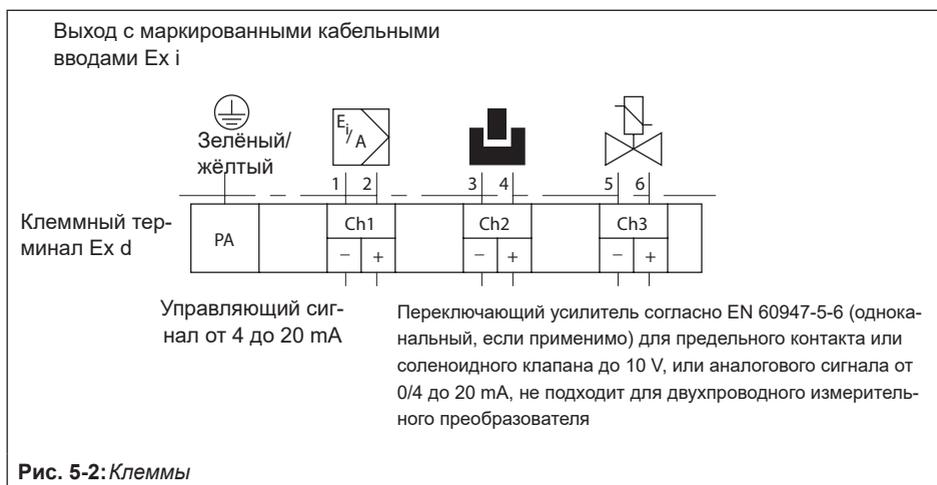
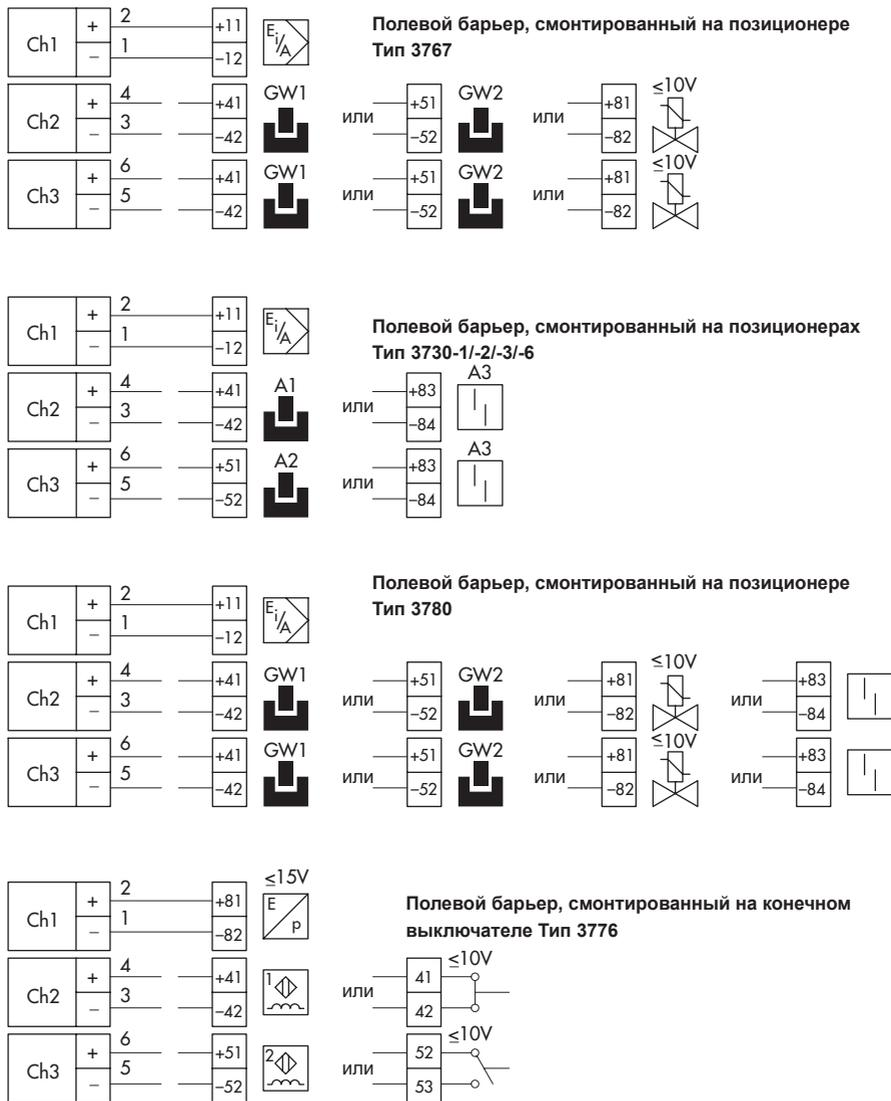

Рис. 5-2: Клеммы
Рис. 5-3: Примеры подключений
- Проведите свободные концы проводки полевого барьера от Ch1 или Ch2 и Ch3 (каналы 1, 2 и 3) к назначенным им клеммам (Рис. 5-2 и Рис. 5-3).